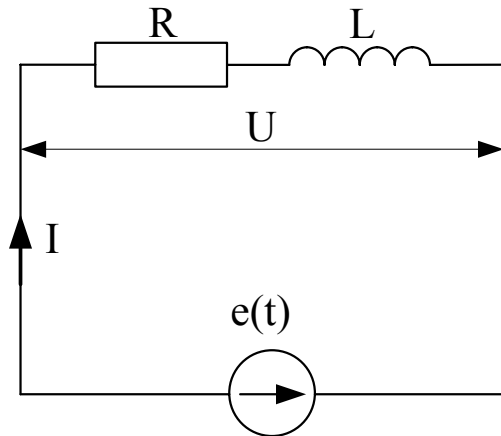

Рис. 2.8
**Приклад 2.** До котушки з індуктивністю  $L = 0,036$  Гн та активним опором  $R = 4,04$  Ом прикладена напруга  $U = 120$  В,  $f = 50$  Гц, рис. 2.8. Знайти коефіцієнт потужності котушки  $\cos \varphi$ , струм у колі  $I$ , активну  $P$ , реактивну  $Q$  та повну  $S$  потужність. Перевірити баланс потужностей. Побудувати векторну діаграму.